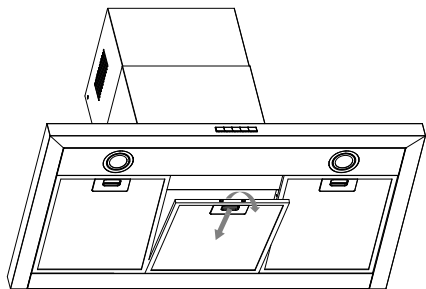

Рисунок 11
- Для отсоединения жироулавливающего фильтра, следует нажать на пружинный замок. Это позволит отсоединить фильтр от поверхности вытяжки. Опустите фильтр вниз и снимите его. См. рисунок 11.
- Для отсоединения жиरोулавливающего фильтра, следует нажать на пружинный замок. Это позволит отсоединить фильтр от поверхности вытяжки. Опустите фильтр вниз и снимите его. См. рисунок 11.